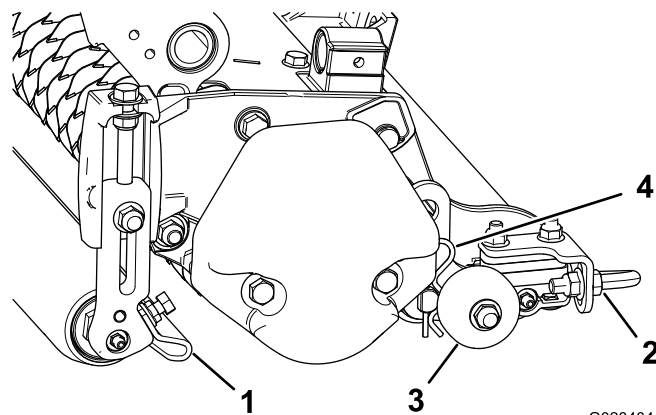

図 11
1. ローラスクレーパーを固定しているフランジナットをゆるめる 図 11。
整備場の床にバーチカッターを降ろすときやトラクションユニットから外して床に置く場合には、ブレードが床にあたって破損しないよう、必ず移動用ローラを降ろしてください 図 11。